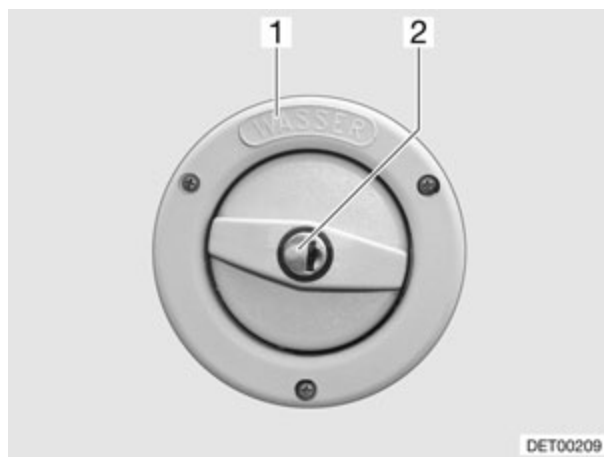

Fig. 30 Couvercle de fermeture du bec de remplissage d'eau fraîche
- ▷ Le bec de remplissage d'eau fraîche est désigné par l'inscription "WASSER" (eau) (Fig. 30,1).
- Insérer la clé dans le barillet (Fig. 30,2) et la tourner dans le sens inverse des aiguilles d'une montre.